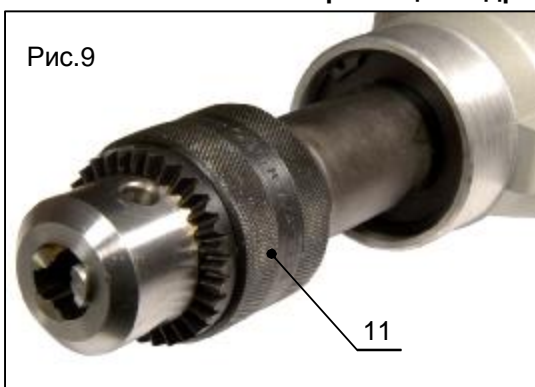

Рис.9
2. Возьмитесь рукой за заднюю часть патрона (поз.11, рис.9) и вращайте его в направлении против часовой стрелки. Вращайте до тех пор, пока патрон не откроется, чтобы в него можно было вставить требуемую для работы насадку или сверло.